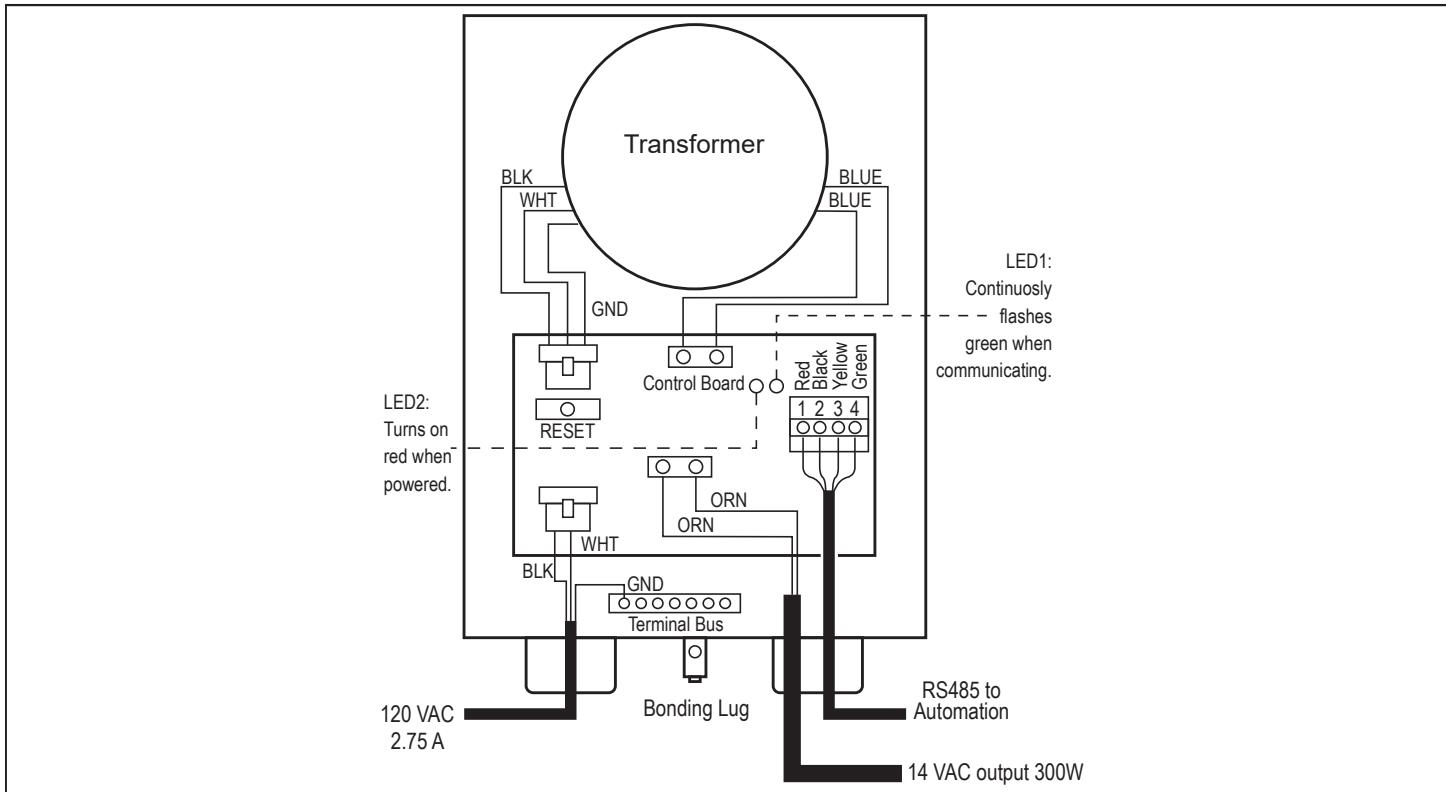

Figura 8. Cableado de Infinite WaterColors LED Laminar Jets al controlador de luces
3. Use tuercas para cables para conectar los cables de bajo voltaje, el cable negro del Laminar Jet al cable anaranjado del controlador de luces y el cable blanco del Laminar Jet al cable anaranjado del controlador de luces; vea la Figura 8.